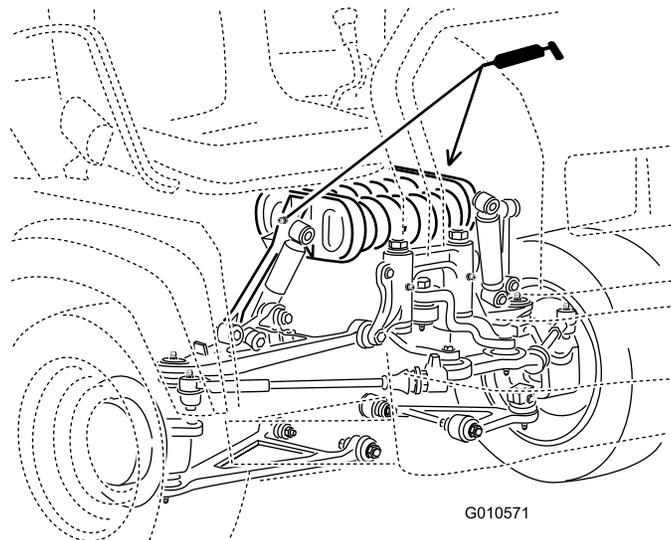

Figura 47
Torre de mola (2); consulte Figura 47